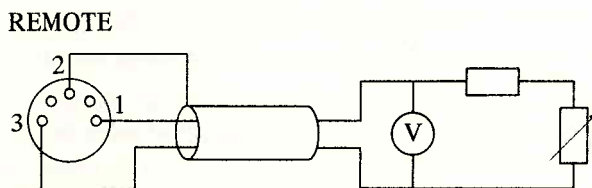

Fig. 7. Remote-programmering med et potentiometer i serie med en fast modstand.
**Programmering med et potentiometer i serie med en modstand.** Denne kombination giver mulighed for et begrænset variationsområde indenfor spændingsområdet (fig. 7). En 10 Kohm-modstand i serie med et 1 Kohm-potentiometer giver f. eks. et spændingsområde på 10 . . 11 V.